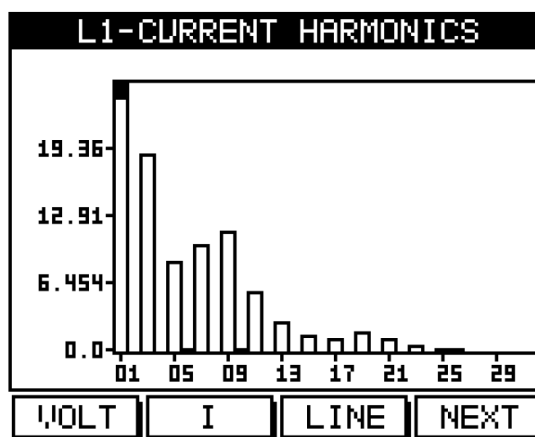

Рис. 5.18
6. Для вывода на дисплей гистограммы тока нажмите **I** («F2»). На дисплей будет выведена гистограмма частотного спектра тока (рис. 5.18):